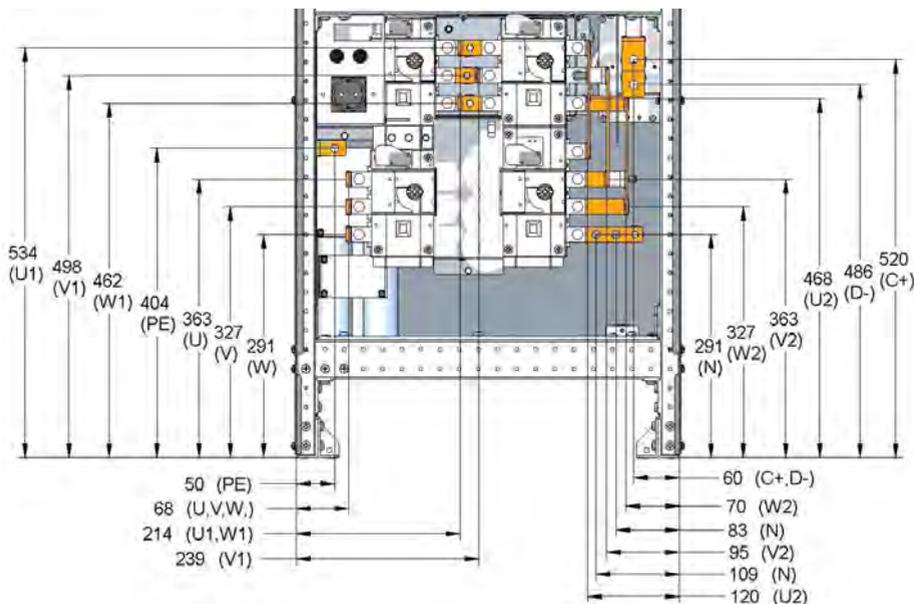
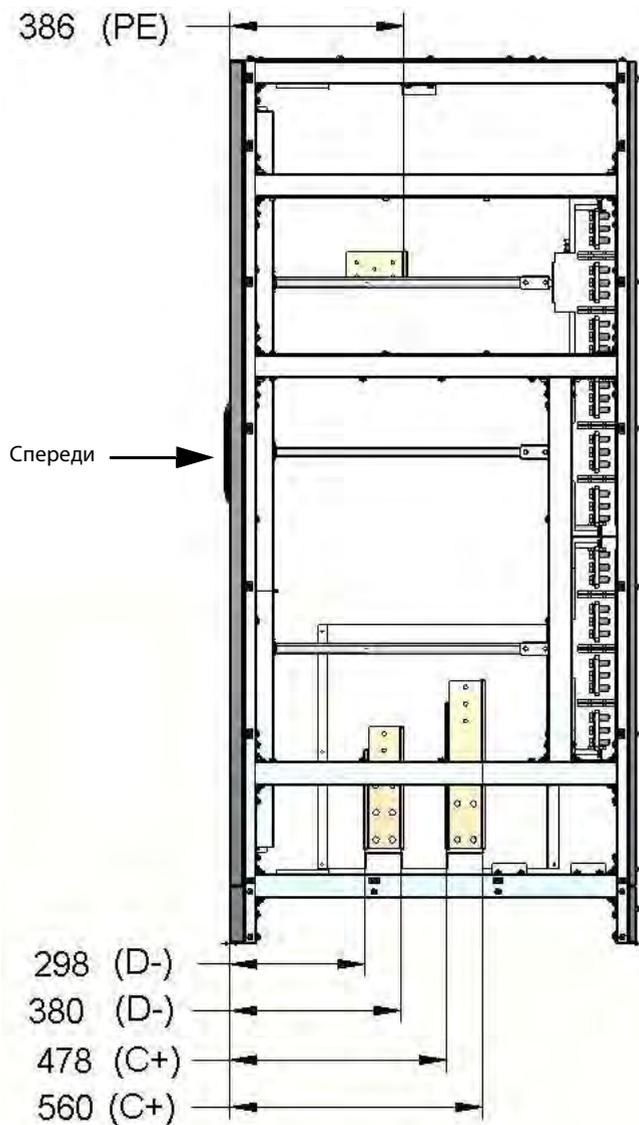
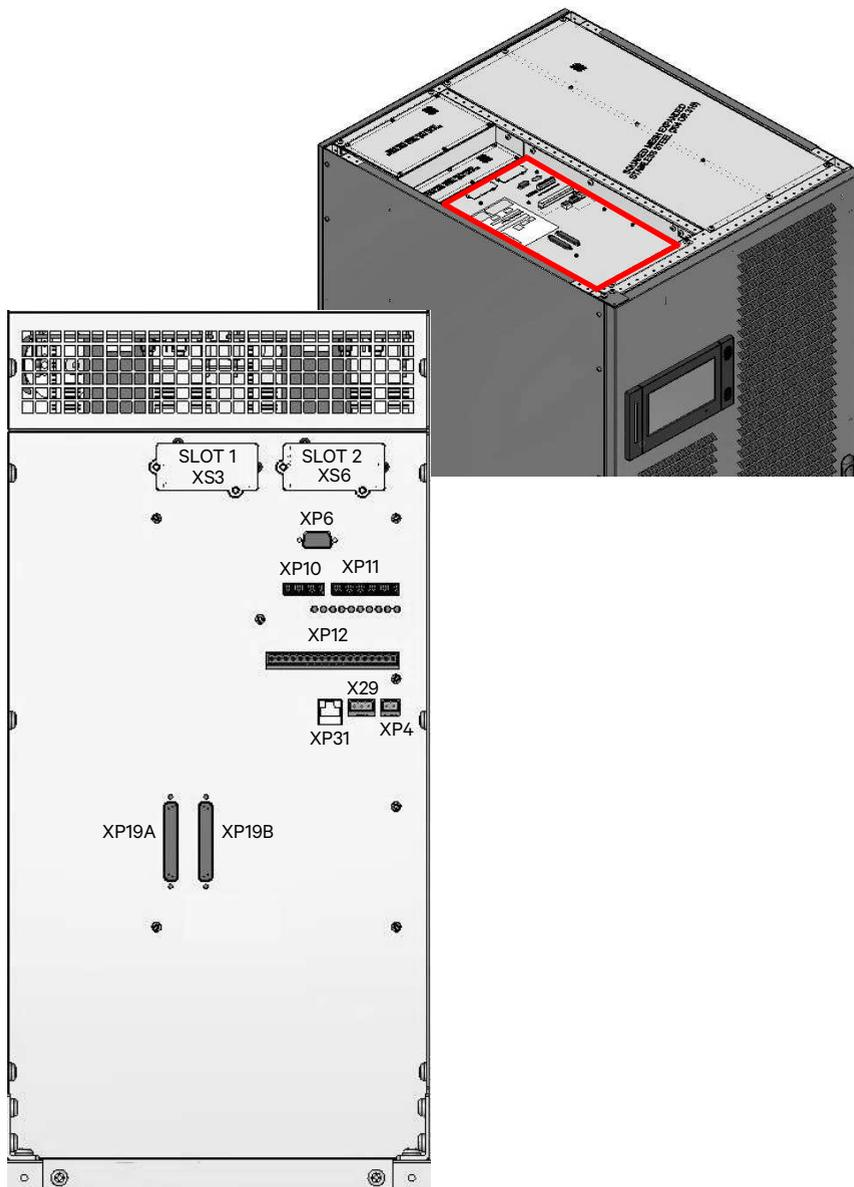

Рис. 36 - Liebert EXL 100/120кВА
Рис. 58 - Liebert EXL 1000/1200кВА - Силовые подключения (вид справа)
Рис. 61 - Индивидуальная панель внутренних соединений
Силовые соединения (см. Рис. 36 - Рис. 58) спереди ИБП:
- Аккумуляторный отсек устанавливают вблизи ИБП (расположение входных соединений аккумулятора внутри ИБП см. на Рис. 36 - Рис. 58).
- Выполнить заземляющие соединения (PE).
- Подсоедините датчик, предназначенный для отслеживания температуры воздуха вблизи аккумулятора, к разъему ХР4 на соединительной панели (см. Рис. 61).
Подробная информация о положении XP4 приводится на Рис. 61
Индивидуальная панель внутренних соединений устанавливается так, как показано на Рис. 61.